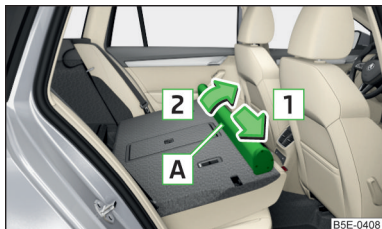

Fig. 132
- Poussez le boîtier du filet de séparation **A** dans le sens de la flèche **1** et sortez-le des logements du dossier des sièges arrière dans le sens de la flèche **2** » fig. 132.
- Poussez le boîtier du filet de séparation dans le sens contraire de la flèche **1** » fig. 132 jusqu'en butée.